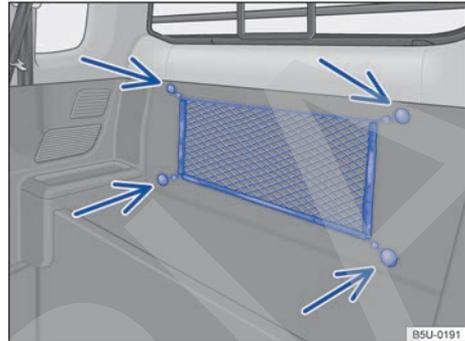

Fig. 135 En el compartimento interno de equipaje: red para cargas livianas.
- Sujetar los ojalos de la red en los fijadores → **fig. 135 (flechas)** existentes en el maletero.